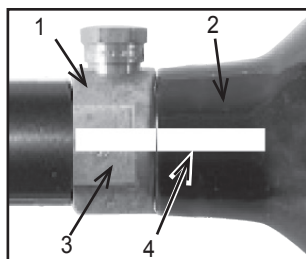

Figura 3: Cilindro y válvula marcas
La válvula de bronce o níquel (Figura 3,#1) ha sido fabricada para estar unida al cilindro de aire o de CO₂ (2).
Referirse a la Figura 3. Han habido reportes de incidentes causados por jugadores que sin conocimiento desatornillan el cilindro (2) de la válvula (1). Esto ocurre cuando el jugador piensa que el ensamble cilindro y la válvula han sido desatornillado de el adaptador de suministro de aire de el marcador de paintball, cuando en realidad están desatornillando el cilindro de la válvula del cilindro.
4. Mire las marcas en el cilindro y en la válvula (como se observa en la Figura 3 en la pagina 7) cuando de vuelta al cilindro $\frac{3}{4}$ de vuelta aproximadamente en sentido contrario a las agujas del reloj.